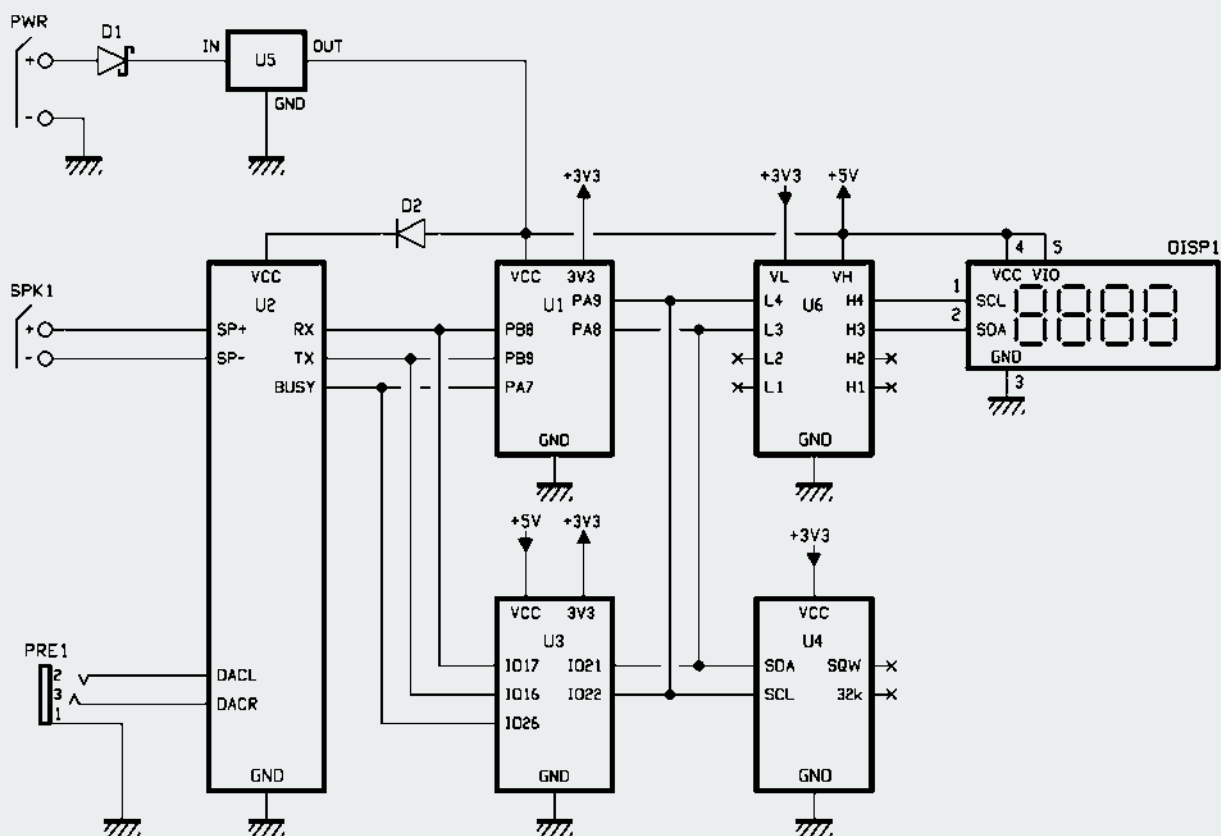

Fig. 1
- un modulo RTC basato su DS3231 (di quelli che hanno a bordo anche la EEPROM AT24C32) che offre la garanzia di una notevole precisione e stabilità dell'ora (**Fig. 1**);